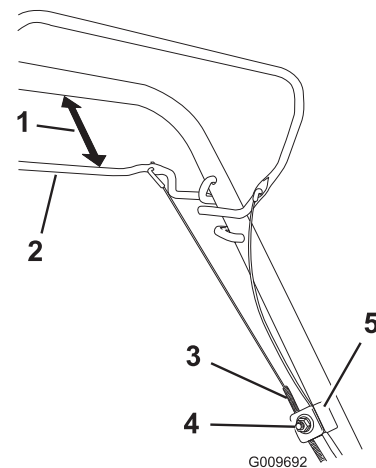

Figure 27
1. Desserrez l'écrou du support de guidage du câble (Figure 27).
2. Maintenez la barre de commande d'autotraction à 25 à 38 mm du guidon (Figure 27).
3. Tirez la gaine du câble vers le bas (vers la tondeuse) pour éliminer le mou du câble (Figure 27).